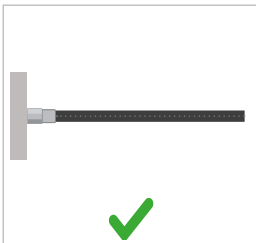
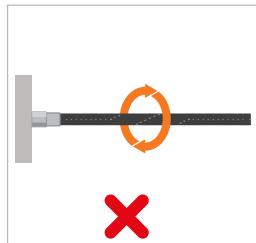

Abbildung 9
Abbildung 10
- ▶ Verdrehen Sie den Schlauch nicht beim Einschrauben (*Abbildung 9 und Abbildung 10*).